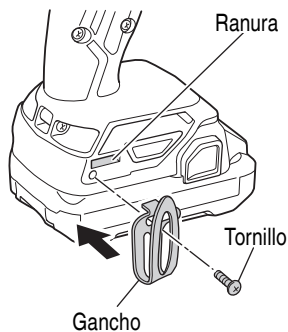

Fig. 17
- (1) Colocación del gancho y ajuste de los tornillos. Instale el gancho en la ranura de la herramienta de alimentación eléctrica de forma segura y apriete los tornillos de manera que el gancho quede firmemente sujeto. (Fig. 17)